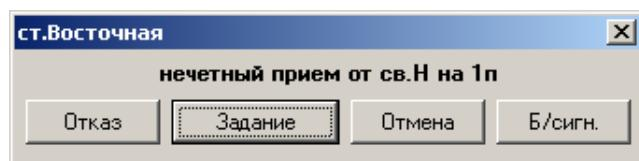

Рис. 10. Диалоговое окно задания/отмены маршрута.
1. Наведите курсор «мыши» на повторитель попутного светофора и нажмите левую клавишу. Затем наведите курсор «мыши» на повторитель встречного светофора и нажмите левую клавишу. В появившемся диалоговом окне выберите команду «Задание» (рис. 10)
При нажатии на первый повторитель светофора значок курсора «мыши» (стрелка) изменяется на значок поезда (вместо  появляется ), что показывает режим задания маршрута. Для выхода из этого режима необходимо нажать правой кнопкой «мыши» на свободном месте пульт-табло. Либо после нажатия на второй повторитель светофора в появившемся диалоговом окне выбрать команду «*Отмена*» (рис. 10).
1. Продублировать задание маршрута по способу №1 и в появившемся диалоговом окне выбрать команду «*Отмена*» (рис. 10).
Команда «*Б/сигн.*» (рис. 10) позволяет в режиме АРМ ДНЦ задать маршрут без открытия соответствующего сигнала (СП устанавливаются в положение задаваемого маршрута). В соответствии с планом проведения деловой игры в имитационном тренажере АРМ ДСП/ДНЦ перегоны между станциями могут быть: